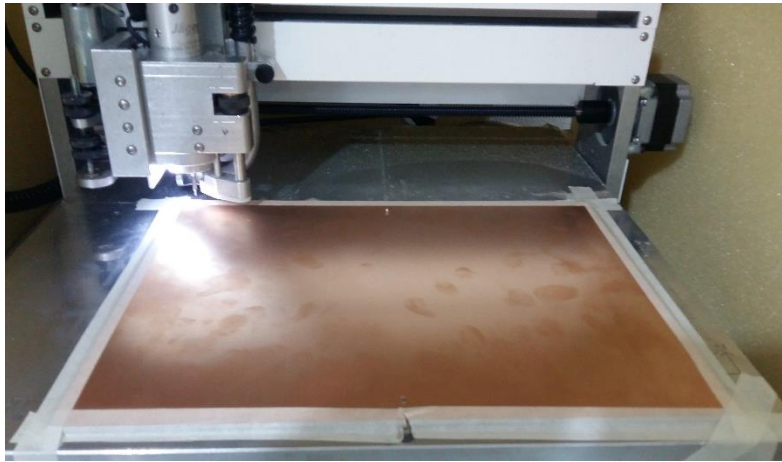

Figura 75. Baquelita doble capa asegurada con cinta a la zona de trabajo.
20. Asegure la baquelita con cinta para que no se mueva durante el grabado como se muestra en la figura 75.